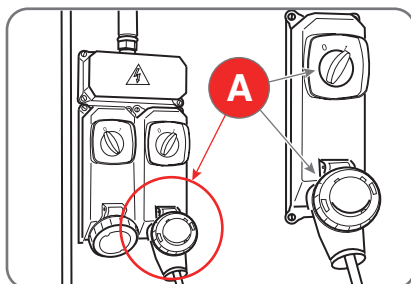

Fig. 1.15
- relier la machine à sa connexion électrique (A - Fig.1.15) équipée d'un interrupteur différentiel automatique spécial ayant une sensibilité égale à 30mA;